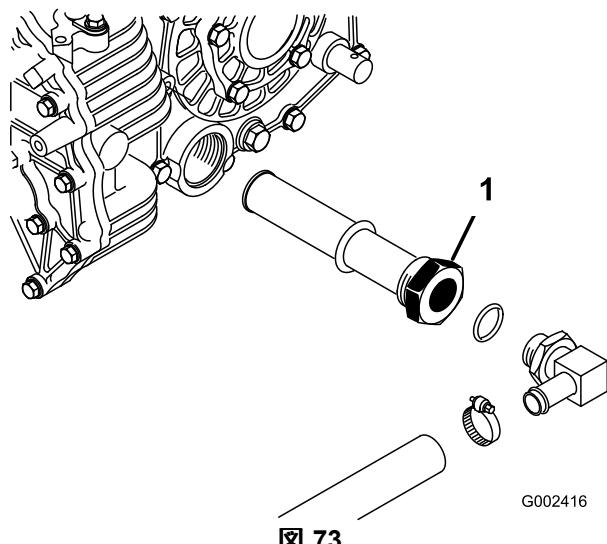

図 73
3. タンク側面のストレーナーについている油圧ホースと90°フィッティングの向きを確認記憶する(図73)。